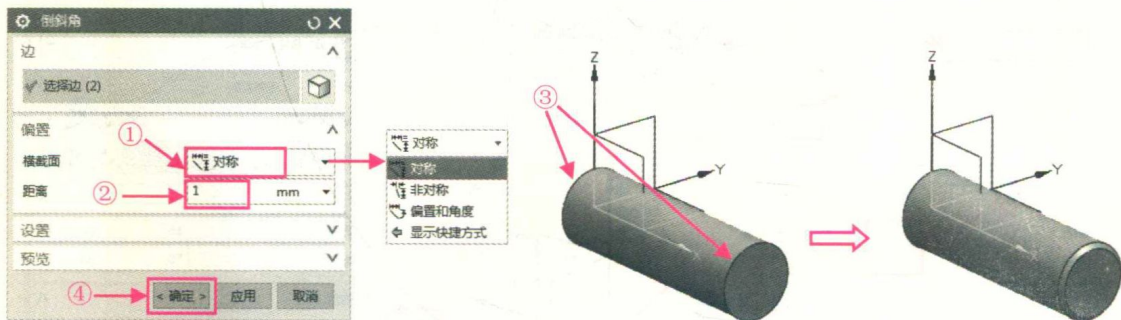

图 1-9 创建倒角特征
步骤 2▶ ① 在“倒斜角”对话框的“横截面”下拉列表框中采用默认的“对称”选项 → ② 在“距离”文本框中输入距离值“1” → ③ 在绘图区分别选取圆柱特征两端面的圆边 → ④ 单击“倒斜角”对话框中的【确定】，即可创建倒角特征，如图 1-9 所示。